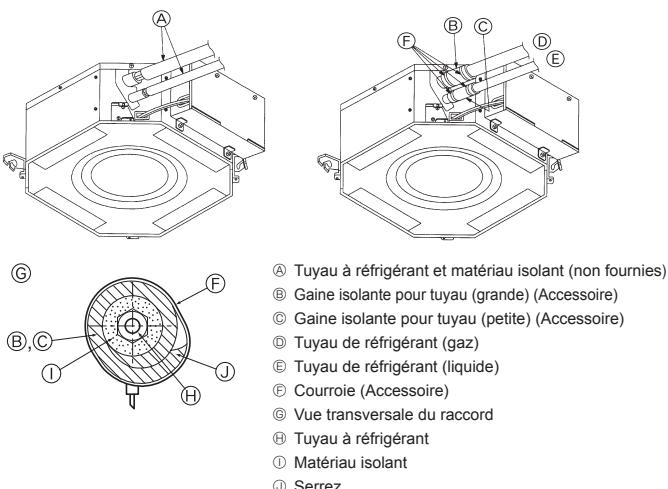

Fig. 3-3
⑤ Appliquer de l'huile réfrigérante sur toute la surface évasée du fond.
3.3. Appareil intérieur (Fig. 3-3)